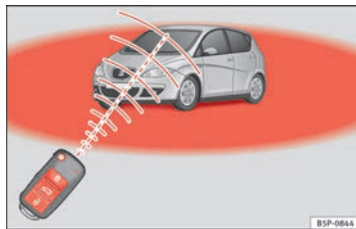

Fig. 60 Radio de acción del mando a distancia por radiofrecuencia.
- El mando a distancia por radiofrecuencia funciona únicamente dentro de su radio de acción ⇒ fig. 60 (zona roja).